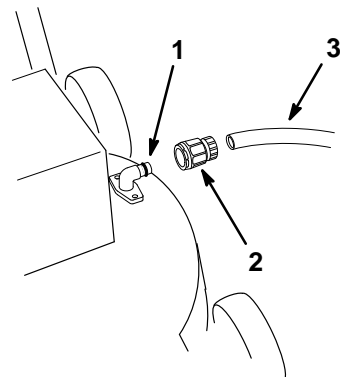

Abbildung 31
2. Eine Schnelltrennkupplung (separat erhältlich) am Ende des Gartenschlauchs anbringen. Die Kupplung am Spülanschluß des Rasenmähers anschließen und das Wasser hoch aufdrehen (Abb. 31).